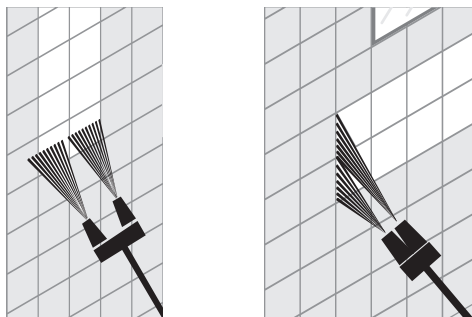

Fig. 9
4. Gire la pistola de pulverización (9) para orientar el chorro en modo ventilador de una manera mejor (Fig. 9).